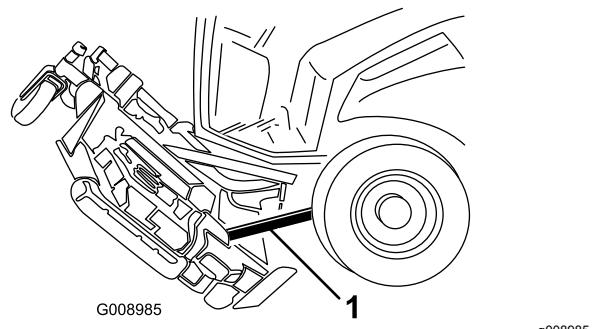

Figura 104
6. Introduzca a presión un bloque madera entre el borde trasero de la carcasa y la máquina (Figura 104).